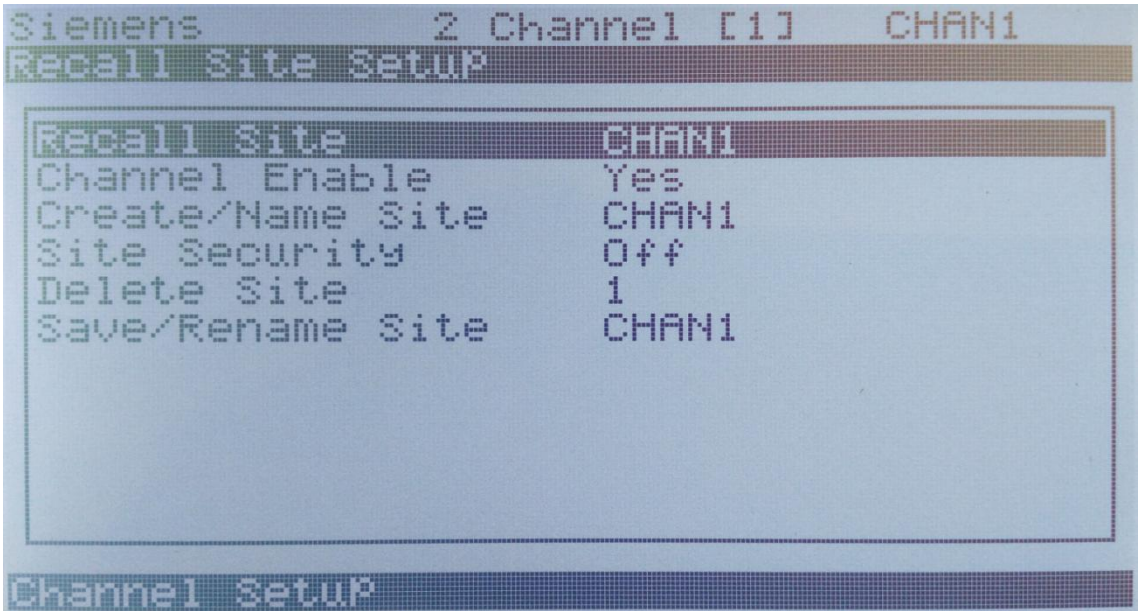
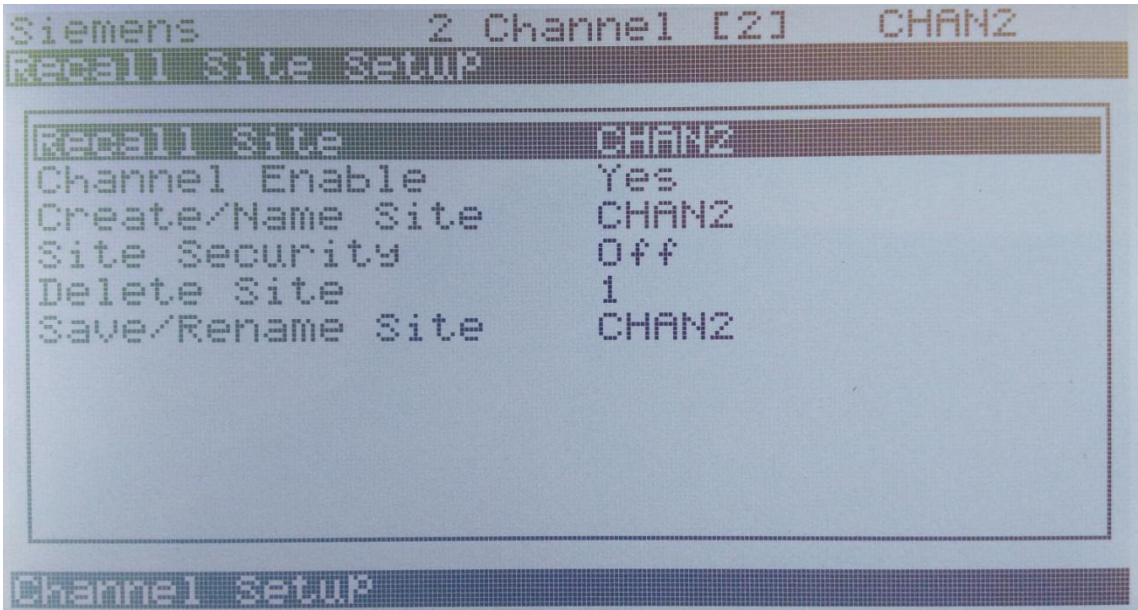

图 3-2 Channel 1 Site Name
图 3-3 Channel 2 Site Name
- 1、流量计的现场名设置为 CHAN1，对于双通道(Dual channel)的表，通道二现场名为 CHNA2，本例中为双通道，如“图 3-2”、“图 3-3”。